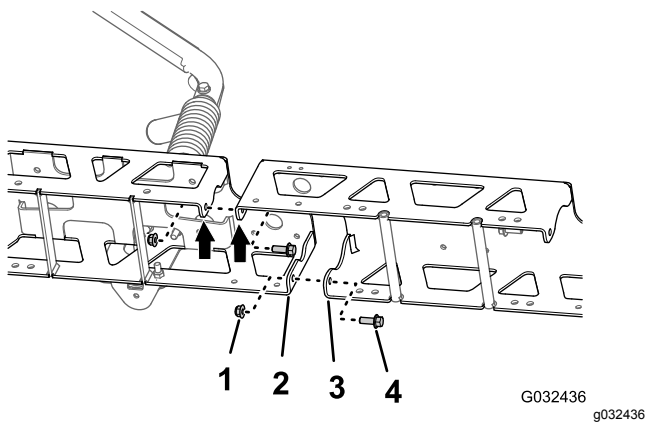

Bild 52
1. Fluchten Sie die Löcher in den vertikalen Flanschen der mittleren Auslegersektion mit den Löchern im Trägerrahmen aus (Bild 52).
2. Befestigen Sie die mittlere Auslegersektion mit den zwei Bundkopfschrauben (3/8" x 1") und den zwei Sicherungsbundmuttern (3/8"), die Sie in Schritt 1 in Entfernen der Träger des mittleren Sprühabschnitts \(Seite 25\) entfernt haben, lose am Trägerrahmen (Bild 52).
3. Fluchten Sie die Löcher in den vertikalen Flanschen der mittleren Auslegersektion mit den Löchern im anderen Trägerrahmen aus (Bild 52).
4. Befestigen Sie die mittlere Auslegersektion mit den zwei Bundkopfschrauben (3/8" x 1") und den zwei Sicherungsbundmuttern (3/8") vom Finishingkit für das GeoLink-Sprühsystem (Bild 52) lose an dem anderen Trägerrahmen (Bild 52).